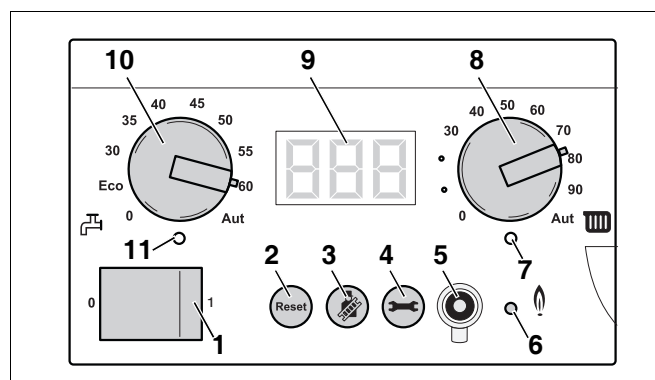

Fig. 85 Controler de bază BC10
- Apăsați tasta "Coșar" (fig. 85, poz. 3) și țineți-o apăsată (circa două secunde), până când apare punctul în dreapta jos pe display (fig. 85, poz. 9). Vezi pentru aceasta tabelul 8, „Testul gazelor de evacuare”, pagina 42.
- După ce se aprinde LED-ul "Arzător" (fig. 85, poz. 6) așteptați un minut până ce cazanul de încălzire arde la sarcină totală.
- Apăsati tasta "Coșar" (fig. 85, poz. 3) ca să încheiați măsurarea. Vezi deasemenea tabelul 8, „Testul gazelor de evacuare“, pagina 42.